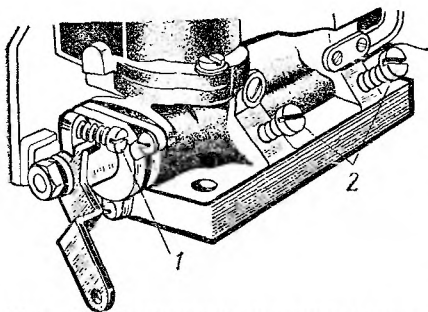

Рис. 10. Регулировочные винты карбюратора
**Регулировку холостого хода** выполняют упорным винтом 1 (рис. 10), ограничивающим закрытие дросселей, и двумя винтами 2, изменяющими состав